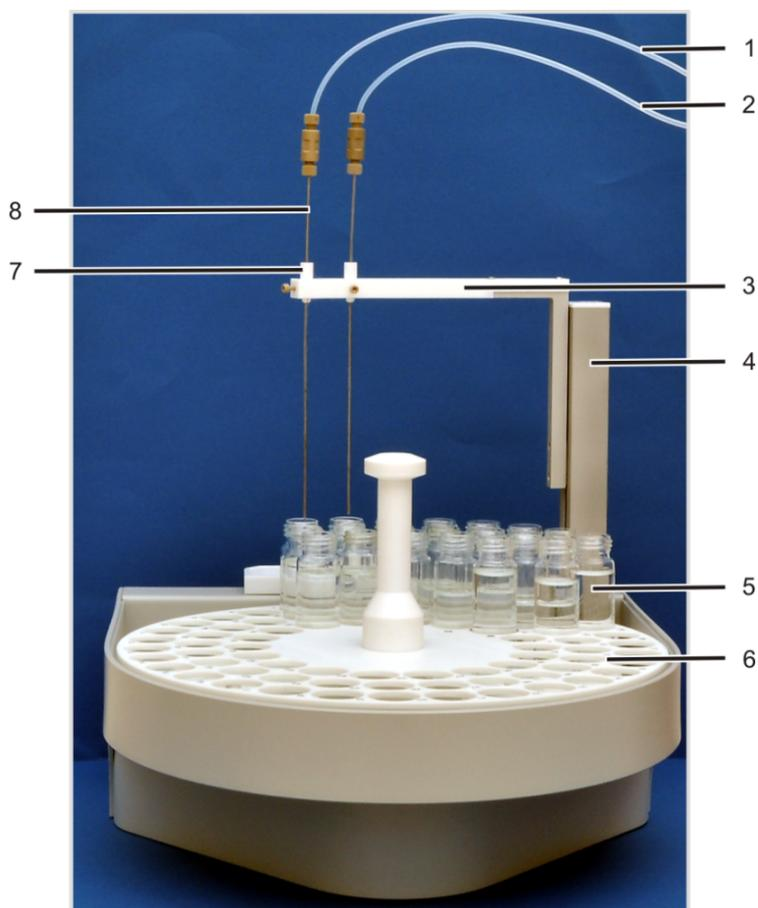

Fig. 30 Estructura del automuestreador AS vario
- ▶ Para mediciones de NPOC con purga realizada en paralelo: Introducción de una cánula con casquillo en cada una de las dos posiciones del soporte de cánulas (Fig. 30 49).